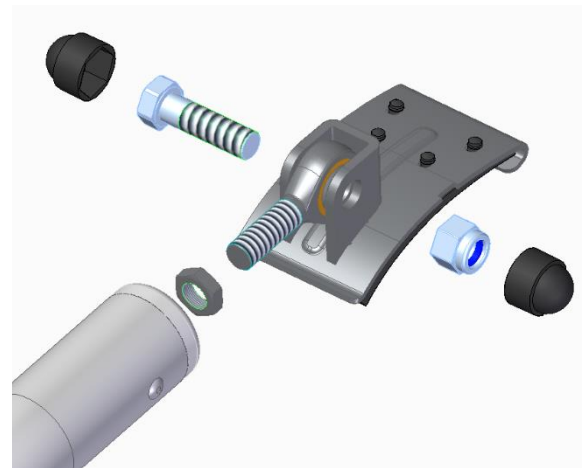

Abbildung 4
Nun können die Augenschrauben mit Gelenkkopf (12) und mit flachen Sechskantmuttern M12 (20) in das Gewinde der oberen Rohr-Enden der Seitenrohre (1) gedreht werden (Abb. 4). Diese Muttern werden später zum Kontern und Sichern der Augenschrauben benötigt (Mindest-Einschraubtiefe der Augenschrauben in die Seitenrohre = 20mm).